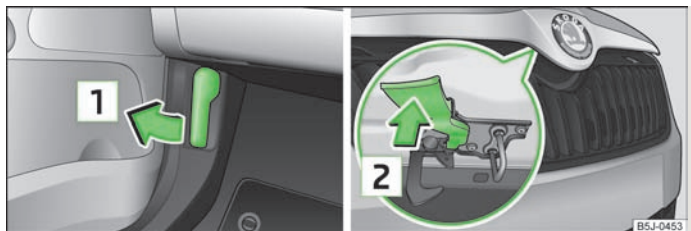

Fig. 116 Alavanca de desbloqueio do capot / grelha do radiador: alavanca de desbloqueio
- Puxe a alavanca de desbloqueio por baixo do painel de bordo » Fig. 116.
- Pressione a alavanca de desbloqueio, no sentido da seta » Fig. 116, o capot é desbloqueado.